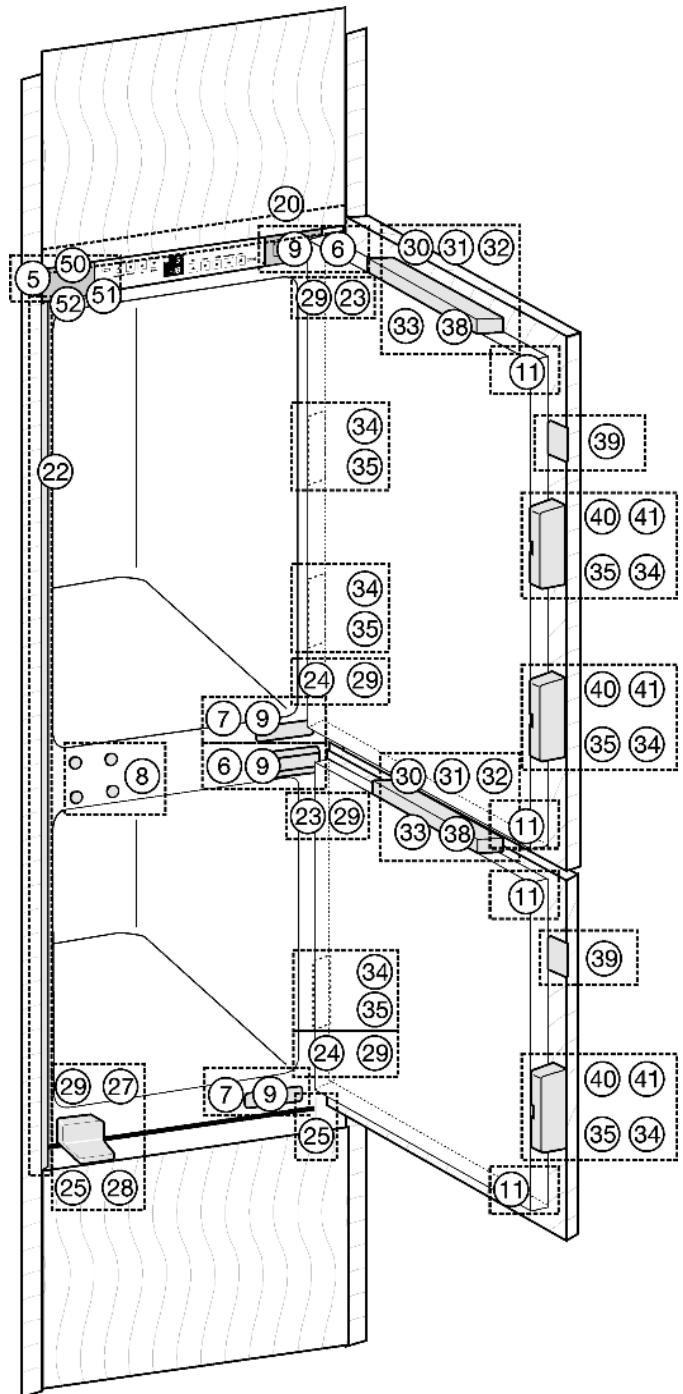
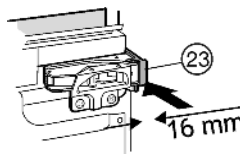

Fig. 10
Fig. 14
- ▶ Staccare gli elementi di copertura Fig. 10 (5,6,7).
- ▶ Applicare a pressione il distanziatore Fig. 14 (23) sulle cerniere superiori e il distanziatore Fig. 10 (24) sulle cerniere inferiori.